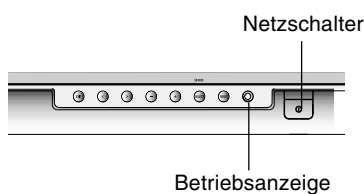

Abbildung D.1
7. Schalten Sie den Monitor ein (**Abbildung D.1**).